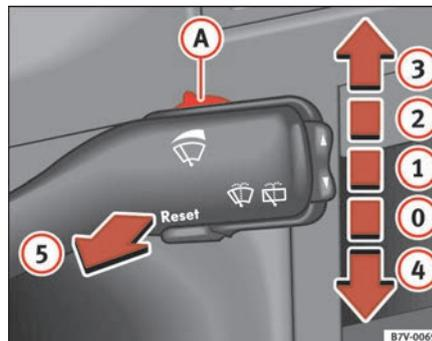

Fig. 79 Leva del tergilavacristalli
Posizioni della leva dei tergicristalli ⇒ fig. 79:
Quando si attiva l'impianto tergi-lavacrystallo e sono accesi gli abbaglianti oppure gli anabbaglianti, si lavano anche i fari se la leva del tergi-crystallo ⇒ pag. 122, fig. 79 ⑤ viene spinta per almeno 5 secondi in direzione del volante. Le impurità che si accumulano sulla superficie dei fari (resti di insetti ecc.) vanno rimosse periodicamente, possibilmente ogni volta che ci si ferma al distributore per fare carburante.